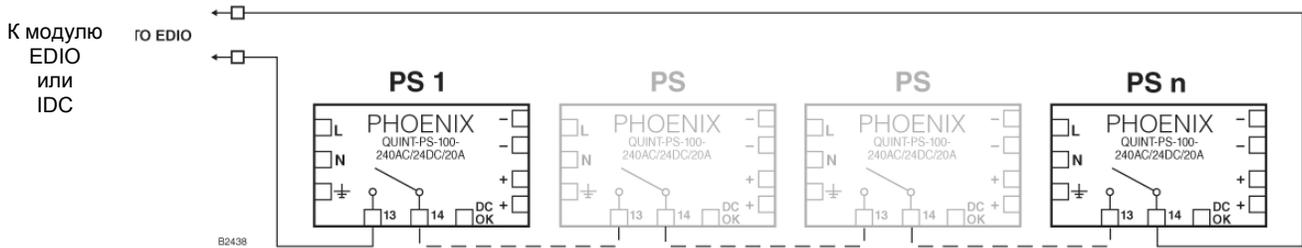

Рис. 3-24. Источники питания, соединённые последовательно для выполнения мониторинга неисправности (до 16 источников питания максимально).
3. Напряжение источников основного и резервного питания должно контролироваться в точке подвода к системе. Подсоедините блоки питания с учётом предпочтительного метода контроля как показано на рис. 3-24. В данном случае внутренние реле блоков питания соединены последовательно, выполняя роль контроля работы блоков питания.